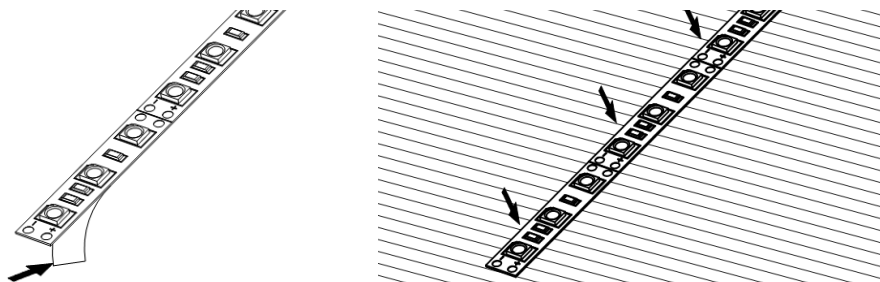

Рисунок 9.
- 5.5. Подготовьте необходимый отрезок ленты. Удалите защитную пленку с поверхности клейкой ленты. Приклейте ее на место установки. Проклейка ленты должна быть равномерной (см. Рисунок 9).